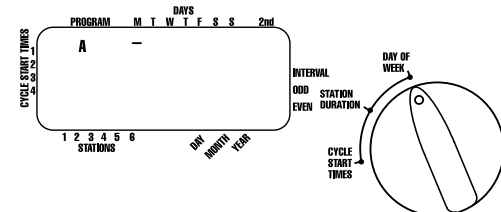

FIGURA 6: Display a cristalli liquidi con giorni dell'irrigazione
- Ruotare il quadrante circolare su GIORNO DELLA SETTIMANA (DAY OF WEEK) del programma A. Il display visualizzerà una "A" e il cursore lampeggerà sotto i giorni della settimana lunedì, martedì, mercoledì, ecc. (Monday, Tuesday, Wednesday) [vedi Figura 6].